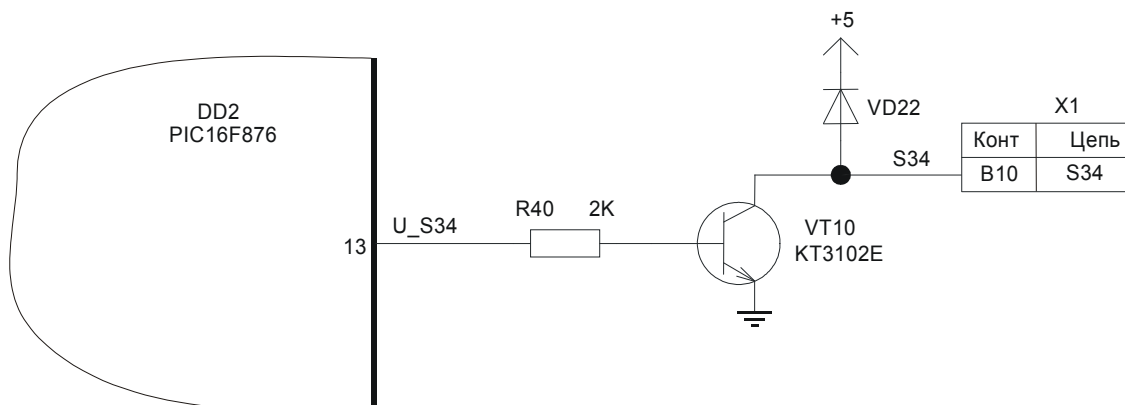

Рисунок 25. Управление реле S34
Микропроцессор DD2 управляет реле подключения БГС-П (расположено на коммутационной панели БДКЛ) через транзистор VT10 (см. рисунок 25). Сигнал управления выдается через вывод U\_S34 (13) микропроцессора. Далее через резистор R40, ограничивающий базовый ток, сигнал подается на базу транзистора VT10. С коллектора транзистора сформированный сигнал управления подается на вывод B10 разъема X1. Диод VD22 подключен параллельно катушке реле и предназначен для ограничения положительных выбросов напряжения в моменты включения/выключения реле.